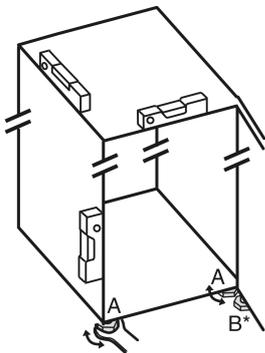

Fig. 8
- ▶ Dévisser les pieds réglables Fig. 8 (A) avec la clé plate fournie et utiliser un niveau à bulle pour vérifier que l'appareil est bien plan.
- ▶ Dévisser le pied réglable Fig. 8 (B) du support de palier avec la clé plate fournie jusqu'à ce qu'il touche le sol.
- ▶ Tourner le pied réglable Fig. 8 (B) de 90° supplémentaires.